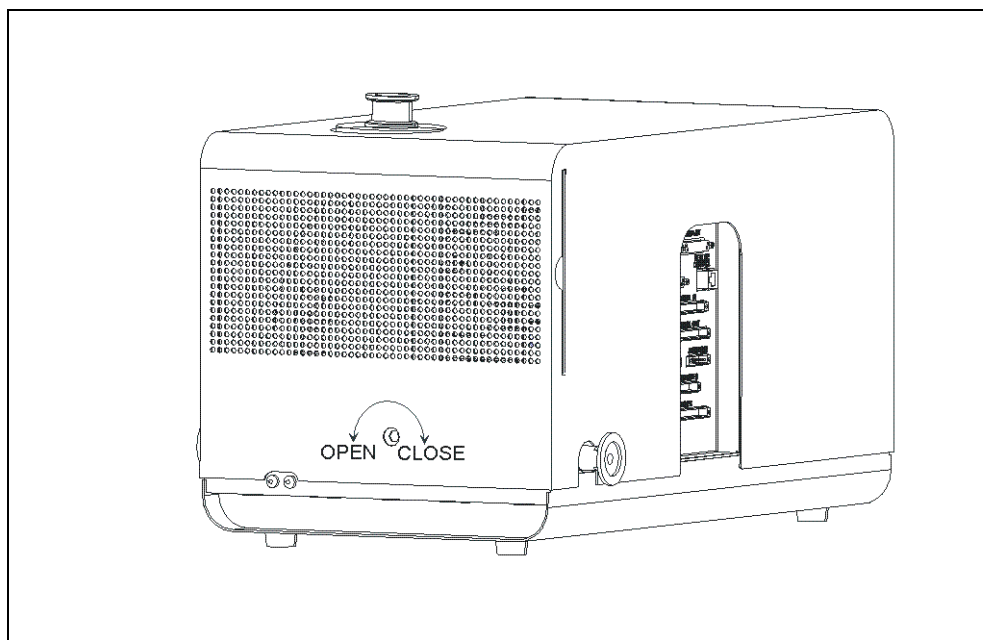

Abb. 7-2 Geräteabdeckung öffnen
- 3** Mit Innensechskantschlüssel SW 8 mm die Verschlüsse (ROTO-LOCK) auf beiden Seiten der Geräteabdeckung öffnen. Siehe hierzu Abb. 7-2.